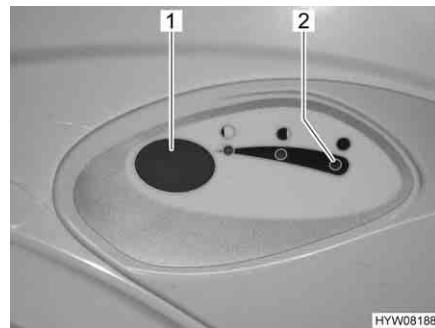

Fig. 158 Pulsante dello sciacquone/spia di controllo toilette Thetford
- Per sciacquare premere il pulsante blu (Fig. 158,1).
La spia di controllo (Fig. 158,2) si accende quando il serbatoio fecale deve essere svuotato.